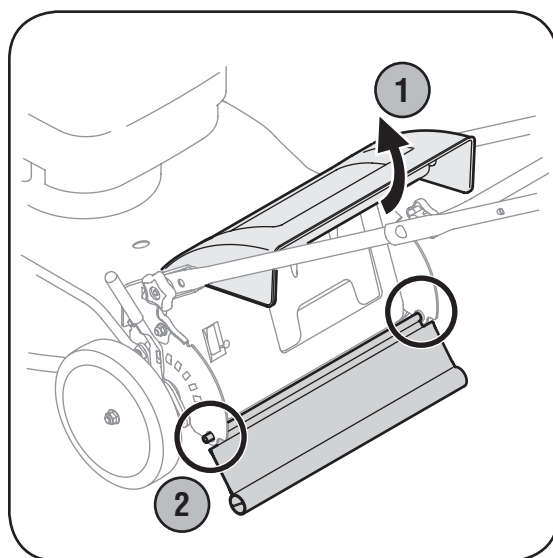

Figura 5-2: Reemplazar la aleta trasera.
2. Doble la aleta trasera hacia adentro a cada lado para liberar las lengüetas de los agujeros en los soportes del montaje de la manija, Figura 5-2.